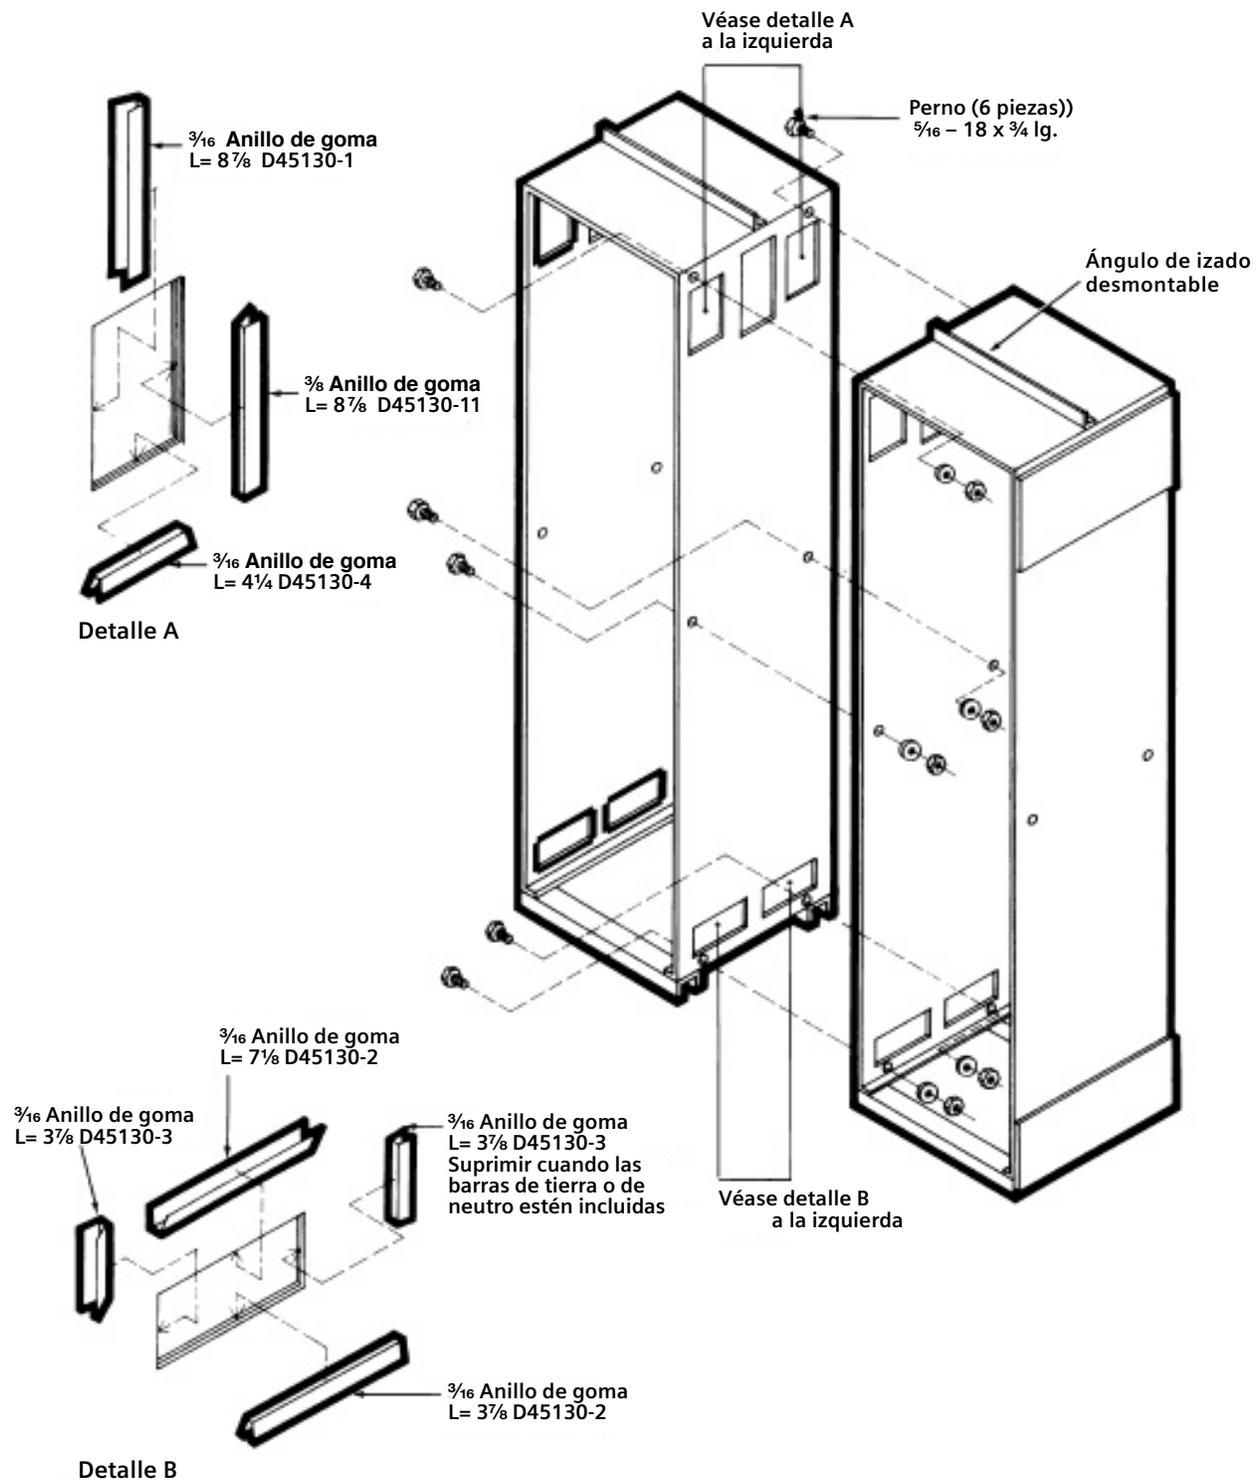

Figura 11
4. Fije entre sí las estructuras con pernos en seis puntos (consulte la figura 11). Si no resulta fácil acceder a la parte posterior de las estructuras, el perno central de la parte posterior puede suprimirse.